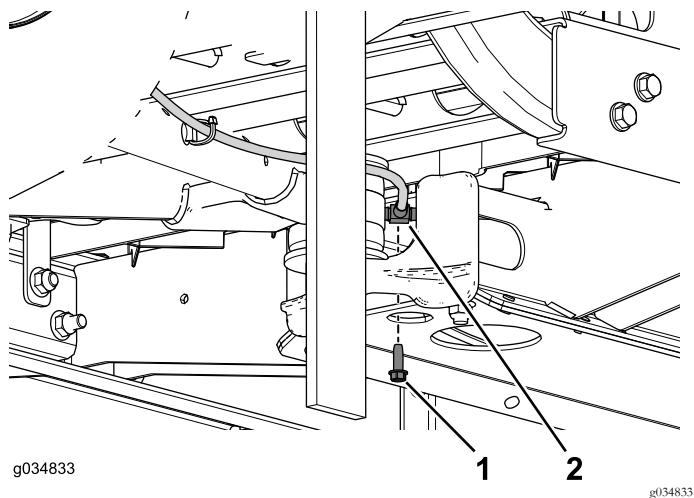

Figure 18
5. Retirez la vis autotaraudeuse qui fixe le raccord en T de la conduite de frein au profilé central (Figure 18).